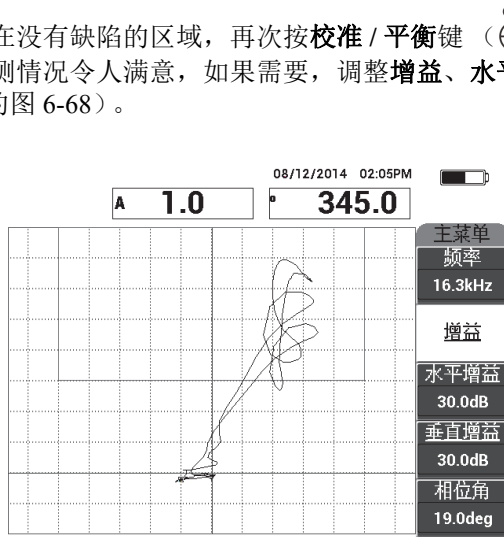

图 6-68 在缺陷上的第二次扫查
4. 将探头端部放置在没有缺陷的区域，再次按**校准 / 平衡**键 (CAL)，然后慢慢地扫描缺陷；确保探测情况令人满意，如果需要，调整**增益**、**水平增益**或**垂直增益**（参见第 170 页的图 6-68）。